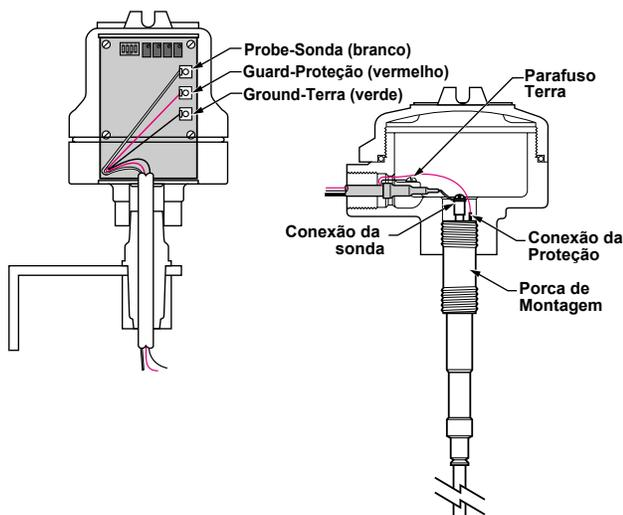

Figura 11
Os invólucros eletrônicos remotos são geralmente enviados pela fábrica montados em um suporte de montagem em "L". Para instalar o invólucro eletrônico, proceda da seguinte forma. Veja a Figura 11.
2. Aperte firmemente, certificando-se de aplicar a ferramenta de aperto SOMENTE na porca de montagem. Veja a Figura 11.
3. Rosqueie o invólucro da sonda sobre a sonda. Veja a Figura 11.